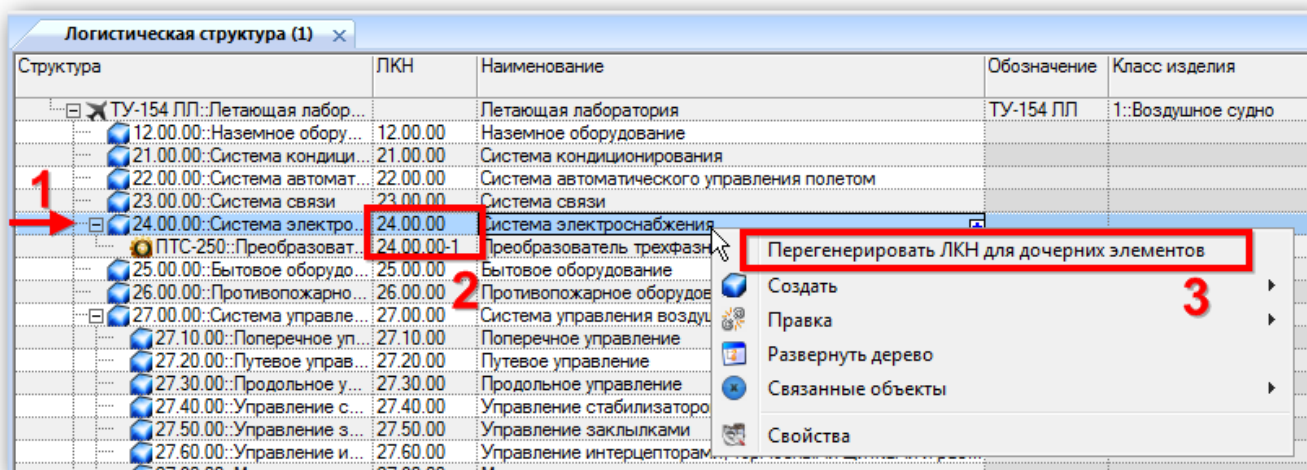

Рис. 10-17 – Изменение ЛКН дочерних элементов
2) Выбрать элемент в дереве и нажать правую кнопку мыши (1 на рис. 10-17).
3) Выбрать команду «Перегенерировать ЛКН для дочерних элементов» (3 на рис. 10-17).